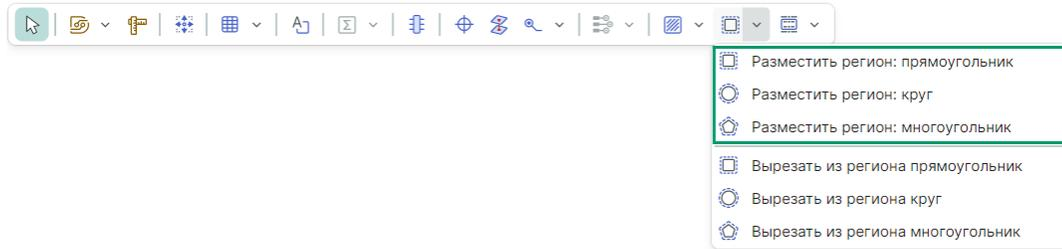

Рис. 163 Вызов инструмента «Разместить регион» из встроенной панели
1. Включите инструмент «Разместить регион», выберите форму региона, см. Рис. 163.